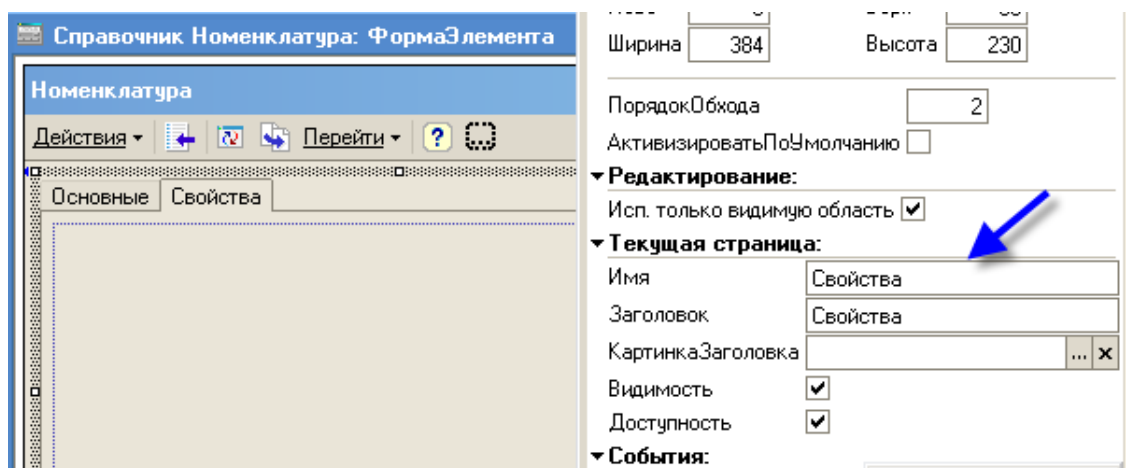

Рис. 121
- изменим имена и названия вставленных страниц, для этого поочередно с помощью контекстных меню включим палитру свойств и в области палитры свойств *Текущая страница* (рис. 121) установим имя и заголовок для страницы 1- *Основные*, а для страницы 2 – *Свойства*;